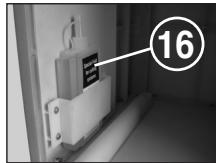

Fig. 6
- Drag ut uppsamlingskärlet (14), tag ut oljekärlet (16) (Fig. 6) ur hållaren i underskåpet och skjut in kärlet igen.
- Stryk ut lite olja på ett pappersark och mata in det till skärverket genom papprets inmatningsöppning (12). Pappret dras in och oljan når då in tillskärverket.
- Drag ut uppsamlingsbehållaren (14) ända till kontrollampan  (8) tänds.
- Kontrolllamporna  (7) och  (4) blinkar.
- Tryck på bakåtknappen (4) och håll den nedtryckt tills kontrollampan  (7) slocknar.